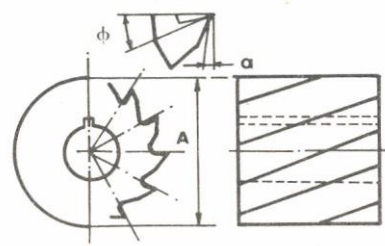

Fig. 2
- c. Diámetro: Considerando las fresas ordinarias (Fig. 2), su diámetro es el de la superficie cilíndrica de la periferia de la fresa.